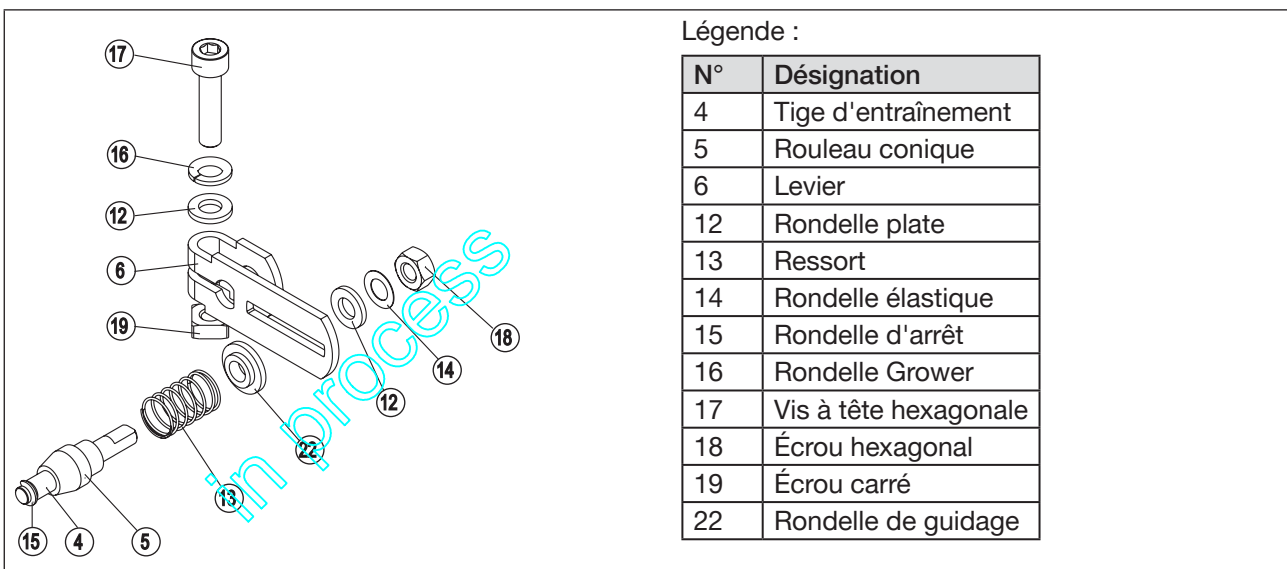

Figure 17 : Installation de l'étrier
- Monter l'étrier ② sur la tige de l'actionneur à l'aide des pièces de serrage ③, des vis à tête hexagonale ⑰ et des rondelles Grower ⑯.
- En fonction de la course de l'actionneur, choisir le levier court ⑥a) ou le levier long ⑥b).
- Assembler le levier s'il n'est pas préassemblé (voir « Figure 17 »).